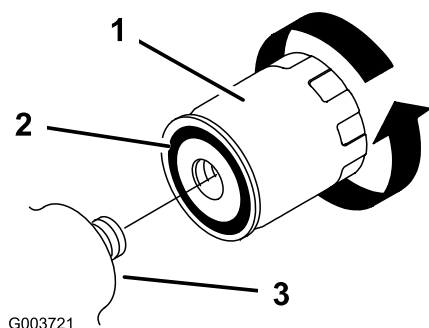

Figure 32
4. Enlevez le filtre à huile usagé (Figure 32) et essuyez la surface du joint de l'adaptateur.
5. Appliquez une fine couche de liquide hydraulique sur le joint en caoutchouc du filtre de rechange (Figure 32).
6. Montez le filtre de rechange sur l'adaptateur (Figure 32). Tournez le filtre dans le sens horaire jusqu'à ce que le joint rejoigne l'adaptateur, puis donnez 1/2 de tour supplémentaire.